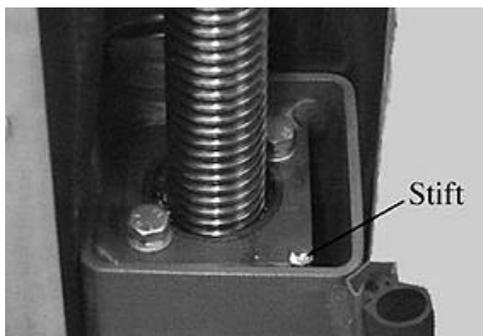
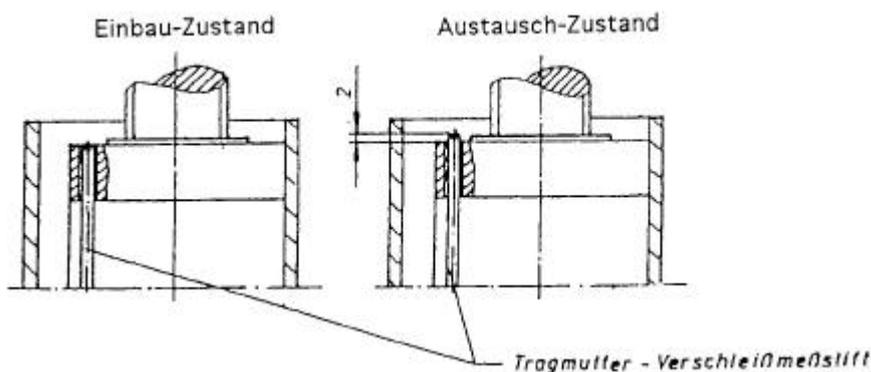

Bild 5: Tragmutter, Stift
Bild 6: Tragmutter
- Optische Verschleißmessung der Tragmutter: Zur Überprüfung der Tragmutter wird zunächst die Abdeckung von der Hubspindel entfernt. In der Tragplatte ist ein Stift eingebaut. Dieser muss mit der Oberkante der Tragplatte (im Hubschlitten oben) bündig sein (Einbauzustand siehe Bild 5). Schaut nun der Stift bei der jährlichen Prüfung 2 mm nach oben heraus (Austauschmutterzustand siehe Bild 6) so muß die Tragmutter zusammen mit der Folgemutter ausgetauscht werden.